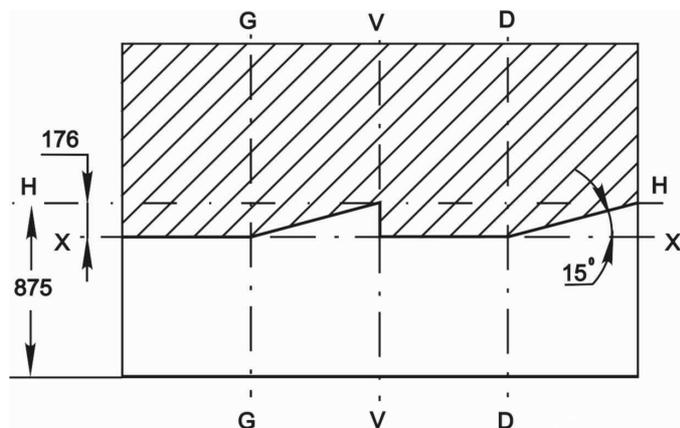

Рис. 4-37 Схема разметки экрана для регулировки фар с размещением на расстоянии 10 м
**Регулировка фар дальнего света** производится так, чтобы центр светового пучка совпадал с точкой пересечения оптической оси фары с экраном (точки пересечения линий G-G и D-D с линией H-H на рис. 4-37).